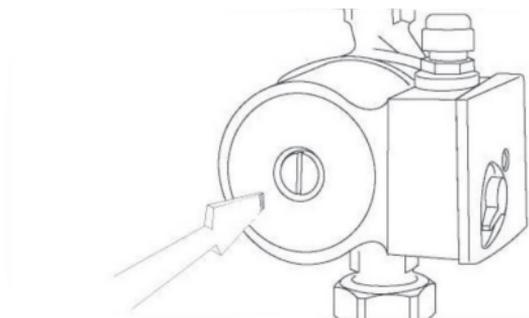

Рис.2
— для удаления воздуха из насоса ослабьте выпускной винт (рис. 2);
При правильном монтаже насос не требует обслуживания во время эксплуатации. При длительном перерыве в работе насоса перед очередным запуском необходимо убедиться, что не произошло блокирование вала отложениями извести или другими механическими примесями. При продолжительном простое периодически проворачивайте вал, во избежание его блокировки (отвинтите контрольный винт (рис. 2), с помощью плоской отвертки проверните вал мотора, затем завинтите контрольный винт.
ВНИМАНИЕ! При необходимости вывинчивания контрольного винта (рис. 2) нужно перед этой операцией удостовериться, что выходящая в результате жидкость не нанесет вреда людям или не станет причиной повреждения компонентов насоса.
- выкрутить выпускной винт (рис. 2);